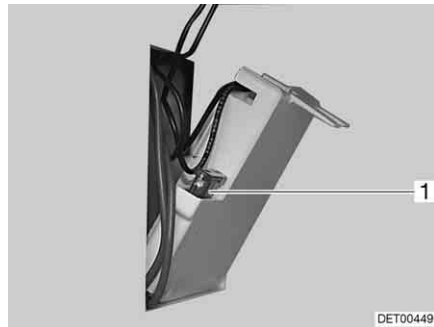

Fig. 173 Fusible des toilettes Thetford
- Changer le fusible (Fig. 173,1).